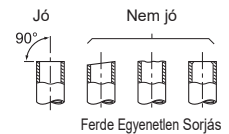

Fig. 2
- Ha a beltéri egységhez mellékelt elvezető tömlő rövid, kösse rá a helyszínen biztosított elvezető tömlőre (J). (Fig. 2)